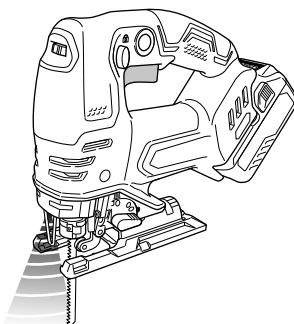

Fig. 23
3. Messages d'alerte par témoin DEL (Fig. 23)